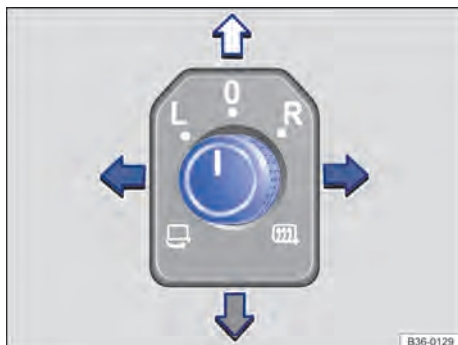

Abb. 95 In der Fahrertür: Drehkopf für die Außenspiegel.
2. Drehkopf in der Fahrertür auf das gewünschte Symbol drehen → Abb. 95.